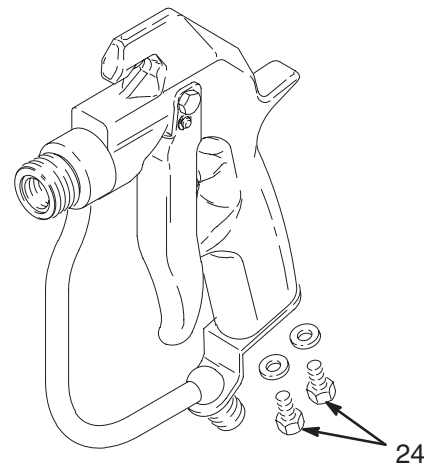

Abb. 9
5. Die Schrauben (24) herausdrehen. Siehe Abb. 9.